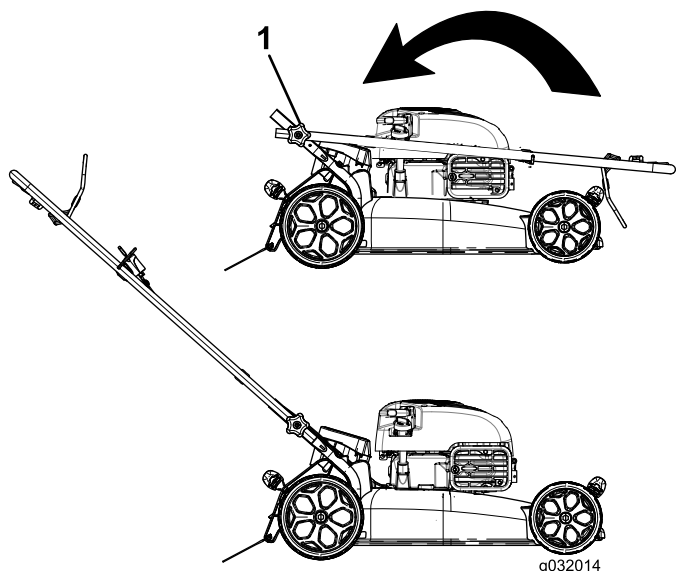

Figure 4
3. Placez le guidon en position d'utilisation (Figure 4).